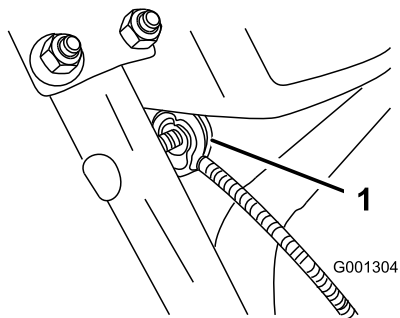

Figure 7
3. Retirez l'écrou et la rondelle du guidon, fixez le serre-câble sur le câble et le guidon, insérez la rondelle et l'écrou, et serrez l'écrou à la main (Figure 7).